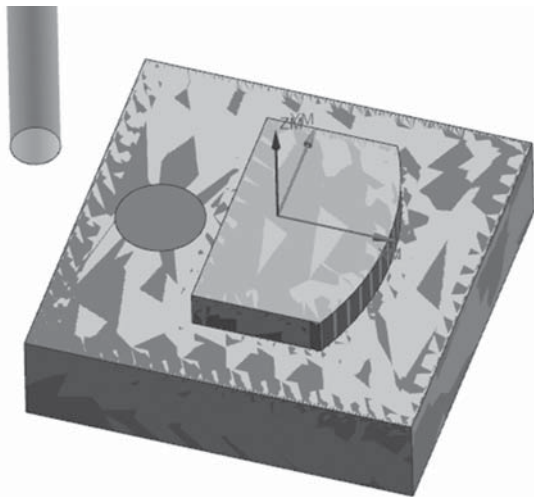

图 2-1-30 加工仿真
(7) 单击“操作”区域中的  图标进行计算, 再单击  图标, 进入“刀轨可视化”对话框。单击“3D 动态”图标进行 3D 仿真操作, 把“动画速度”调整到 2, 便于观察。单击  图标进行仿真, 如图 2-1-30 所示。确认无误后, 单击两次“确定”按钮后完成工序创建。